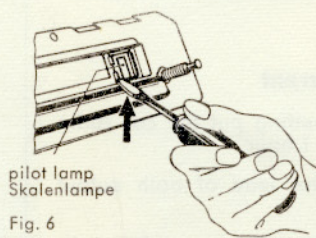

Fig. 6
4. Fassung der Skalenlampe mit Schraubenzieher nach oben drücken, siehe Fig. 6. Die Fassung springt dann nach vorn heraus.